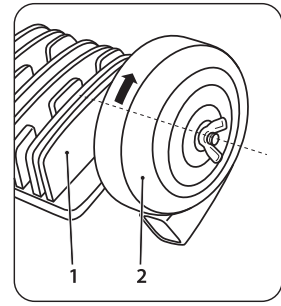
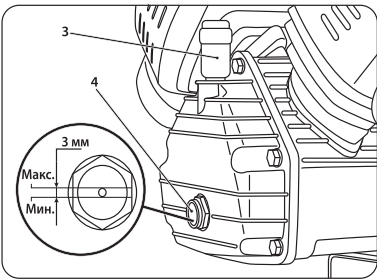

рис. 5
рис. 6
Верните воздушный фильтр (2) в отверстие головки блока цилиндра (1) (рис. 5).
Открутите пробку картера (рис. 6) и заправьте масло до максимального уровня (до красной отметки) в смотровом окне (4) (рис. 5). Используйте компрессорное масло, поставляемое с компрессором.
Для контроля количества масла снимите пробку картера, проверьте уровень (до красной отметки), при необходимости залейте до отметки максимума. Категорически не рекомендуется смешивать масла разных типов. После заправки маслом вместо заглушки установите сапун (3) (рис. 6).